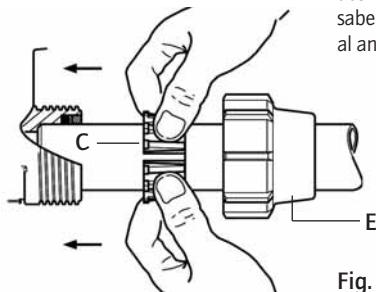

Fig. 2
- Colocar la tuerca (Fig. 2-E) y el anillo de fijación (Fig. 2-C), en el tubo cortado y achaflanado.
- Introducir el tubo en los orificios de entrada y de salida del agua (Fig. 2).
- Empujar hasta el tope el anillo (Fig. 2-C) hacia la entrada, y el otro anillo hacia la salida de agua.
- Apretar la tuerca (Fig. 2-E).
- Posicionar el anillo de fijación separandolo con los dos pulgares puesto en la ranura (Fig. 2-C) pour ne pas râcler la colle, despues, apretar la tuerca.